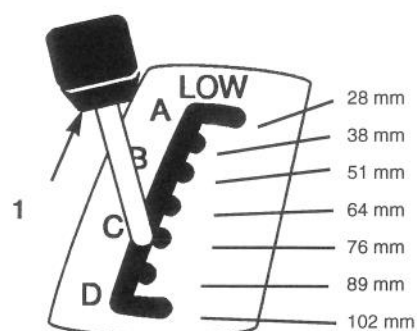

Figure 6
2. Tirer et amener la commande de hauteur de coupe (relevage de l'unité de coupe) à la position désirée (Fig. 6).